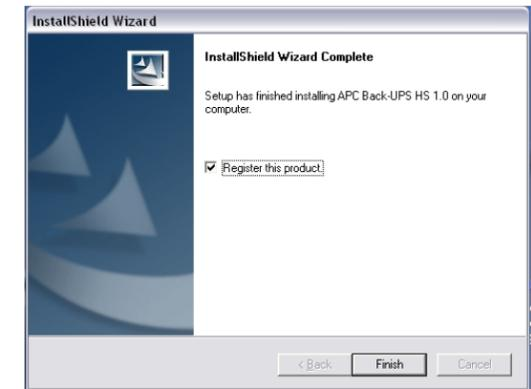

Figure 6. Fenêtre d'installation terminée
6. Le logiciel affiche ensuite la fenêtre **InstallShield Wizard Complete** (installation terminée – figure 6). Cliquez sur **Finish** (terminer) pour quitter le programme d'installation.